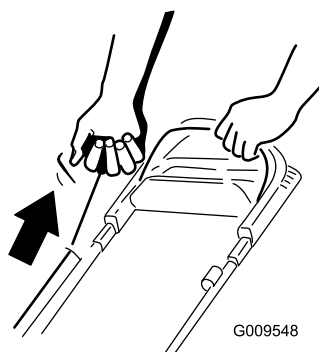

Bild 15
2. Ziehen Sie leicht am Rücklaufstartergriff (Bild 15), bis Sie einen Widerstand spüren. Ziehen Sie ihn dann kräftig durch und lassen ihn langsam in die Seilführung am Holm zurückgehen.